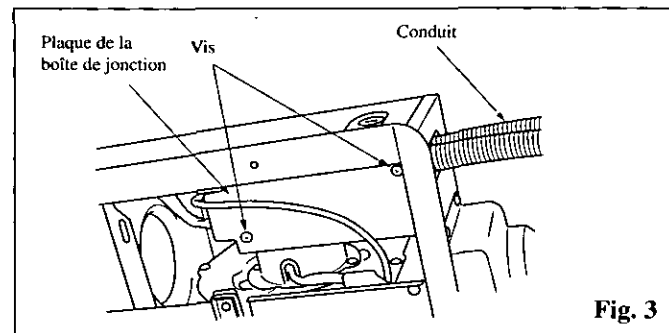

Fig. 3
4. Retirez la plaque de la boîte de jonction et fixez le conduit au trou de la débouchure de la boîte de jonction (trou de 7/8 po). (Fig. 3) (1 trou pour 11VH1, 2 trous pour 11VHL1)